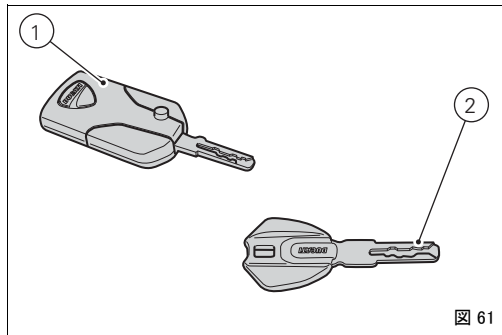

図 61
キー（図 61）
- アクティブキー 1 本 (1、図 61)。
- パッシブキー 1 本 (2、図 61)。
キー（1 または 2、図 61）を燃料タンクキャップロックやシートロックに挿したまま走行しないで下さい。抜けたり、思わぬ事故の元になります。また、強度の衝撃はキー機能と全回路に損傷を与える可能性があります。過酷な天候の下、キー挿入のまま走行することも、キー IC に損傷を与える可能性があります。洗車中にキーを車両の上に放置しないで下さい。防水対応はしておりませんので、損傷の可能性があります。